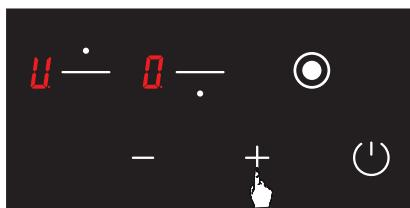

Рис. 10
- Затем нажмите кнопку **+** один раз. При нажатии значок **H** будет отображаться на соответствующей конфорке (См. Рис. 10). Таким образом, активируется функция подогрева.